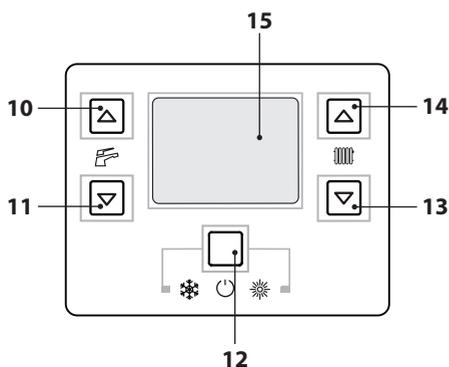

Figura 2.5
- Mantenga pulsado durante 2 segundos el botón 12 hasta que aparezca en el display el símbolo  (Figura 2.5).
La temperatura del agua caliente de impulsión de la calefacción puede regularse mediante los botones 13 (reducción) y 14 (aumento) (Figura 2.5) desde un mínimo de 38°C aproximadamente hasta un máximo de aproximadamente 85°C. La primera vez que se pulsa uno de los dos botones se muestra el valor de "consigna", la segunda vez se puede modificar.
De todas formas, si la temperatura ambiente no resultase confortable, se puede aumentar o reducir la temperatura de impulsión de la instalación de calefacción en  $\pm 15^{\circ}\text{C}$  usando los botones 13 (reducción) y 14 (aumento) (Figura 2.5).
La temperatura del agua caliente sanitaria puede regularse mediante los botones 10 (aumento) y 11 (reducción) (Figura 2.5) desde un mínimo de  $35^{\circ}\text{C}$  aproximadamente hasta un máximo de aproximadamente  $60^{\circ}\text{C}$ . La primera vez que se pulsa uno de los dos botones se muestra el valor de "consigna", la segunda vez se puede modificar.